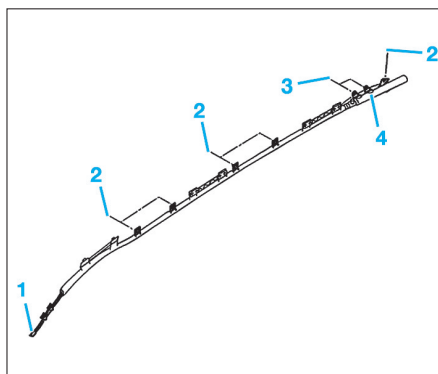

Fig. 22
- Déposer l'agrafe de la sangle (1) (Fig.22).
- Déposer les fixations (2) et (3).
- Sortir l'airbag rideau (4) de l'habitacle.